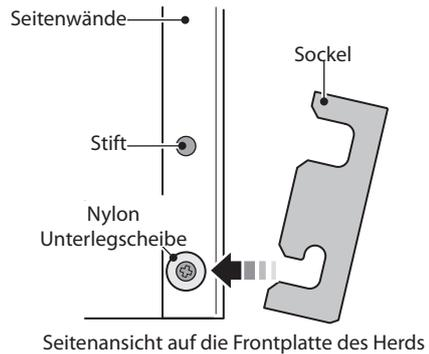
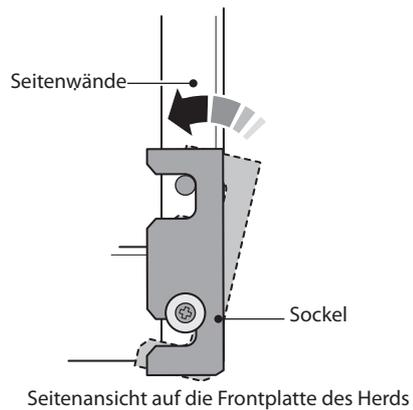

Abb.9.15
Abb.9.16
1. Neigen Sie die Blende etwas nach vorne, um die unteren Langlöcher auf den Unterlegscheibe zu platzieren (**Abb.9.15**). Drehen Sie anschließend das Teil, um es auf die Haltestifte zu setzen (**Abb.9.16**).